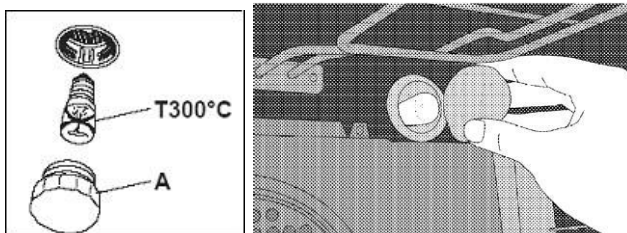

Рисунок 16
- Для замены лампы выполните следующие действия (см. рис. 16).